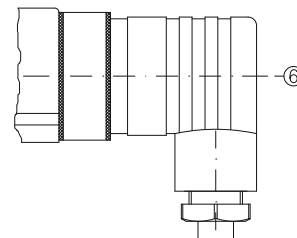

Abb. 12
- ✚ Stecken Sie die Leitungsdose ② auf den Gerätestecker ③ und ziehen Sie die Zentralschraube ⑥ an (⇒ Abb. 12).